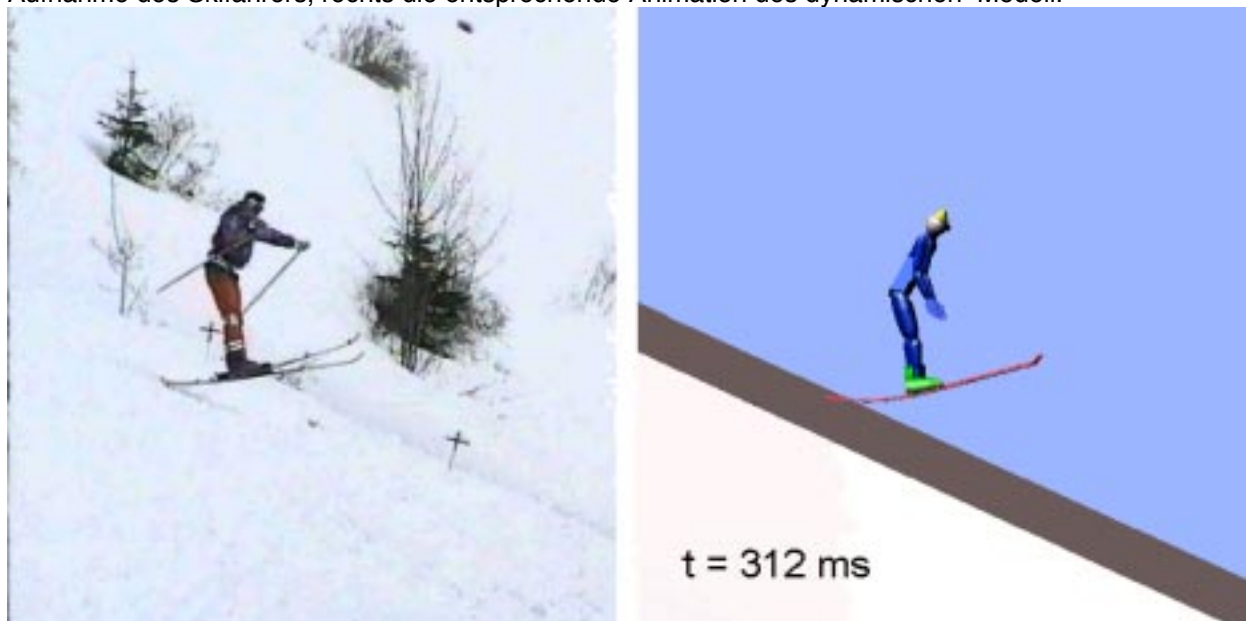
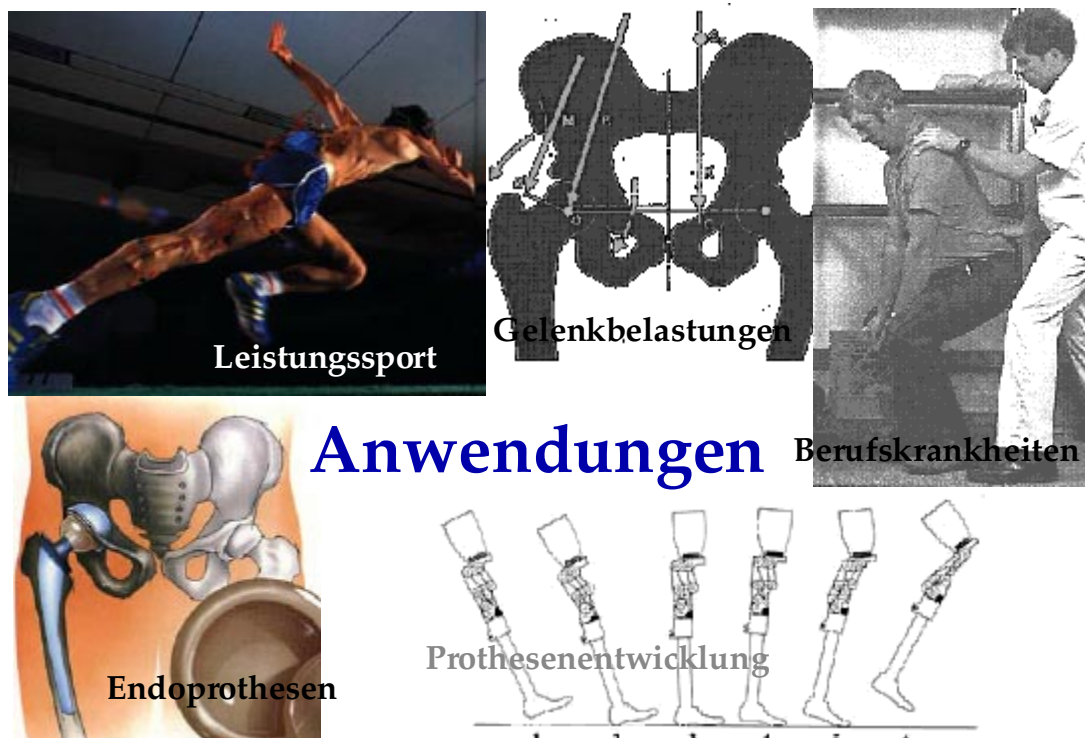

Bild 1.2: Landung eines Skifahrers auf der Hügelpiste - Real und Simulation.
Bild 1.3: Anwendungen von Computersimulationen in der Biomechanik
Beispiel 1.1: Computersimulation der Landung eines Skifahrers auf der Hügelpiste. Bild 1.2 links die Aufnahme des Skifahrers, rechts die entsprechende Animation des dynamischen Modell.
- ◇ Zeigt erwartete Belastungen der Implantate auf, z.B. für eine optimale Prothese einer Person (Bild 1.3, Bild 1.5)
- ◇ Nachrechnungen von Unfallsituationen mit Knochenbruch, Bänderriß etc. (Bild 1.2, Bild 1.3) im Sport, Straßenverkehr, bei Berufsunfällen, siehe Aufprallsituationen
- ◇ Auffinden von chronischen Überlastungen der Glieder und Gelenke im Berufsleben, z.B. beim Heben von Lasten (Bild 1.3), oder siehe (Jäger, Luttmann et al. 1991)